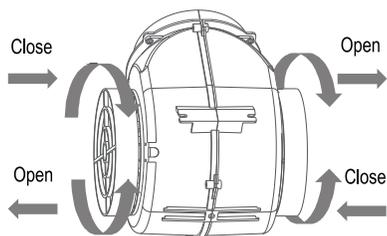

Рисунок 12
- Для отсоединения угольного фильтра, следует сначала снять жиросебявливающий фильтр. См. рисунок 12.